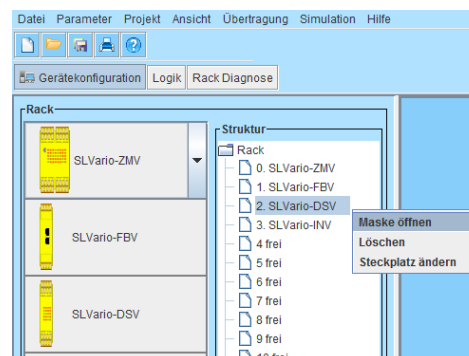

Abbildung 2-9
- mit Rechtsklick und der Funktion „Maske öffnen“ öffnen Sie die Parametermaske der Module. (Abbildung 2-9)